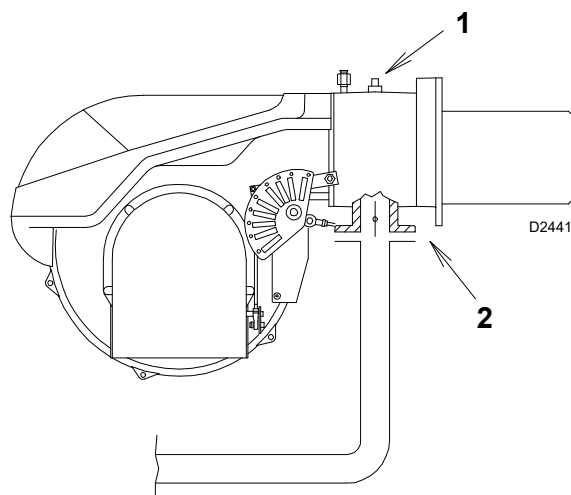

Fig. 21
Pressione del gas misurata alla presa 1)(Fig. 21 a pag. 23), con:
Perdita di carico farfalla gas 2)(Fig. 21 a pag. 23) con apertura massima: 90°.
- sottrarre dalla pressione del gas alla presa 1)(Fig. 21 a pag. 23) la pressione in camera di combustione.
Pressione del gas alla presa 1)(Fig. 21) = 17,0 mbar
Per conoscere invece la pressione del gas necessaria alla presa 1)(Fig. 21), fissata la potenza massima di modulazione alla quale si desidera funzioni il bruciatore:
- Leggere sulla destra, colonna 1, la pressione alla presa 1)(Fig. 21).
pressione necessaria alla presa 1)(Fig. 21).